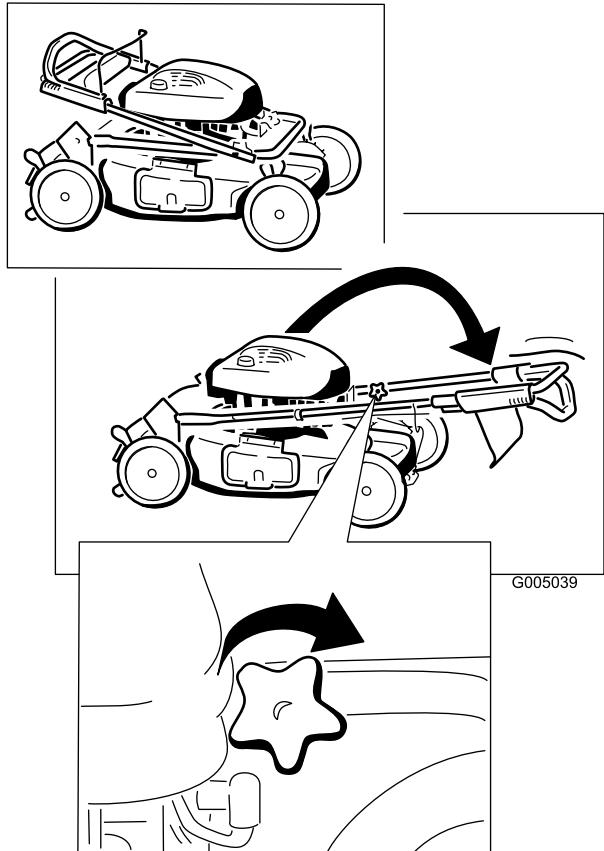

Figura 4
1. Mueva con cuidado la sección superior del manillar hacia adelante hasta que sus dos mitades queden alineadas y encajadas; luego, apriete los pomos del manillar (Figura 4).